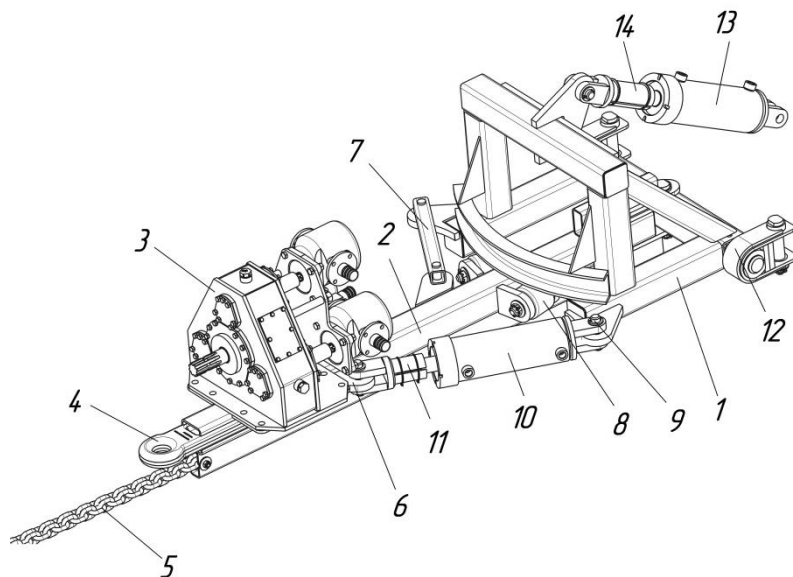

Рисунок 2 – Сница
**3.3 Сница** (рисунок 2) представляет собой сварную конструкцию из стальных труб, швеллера и листового материала различного размера, она обеспечивает связь комбайна с трактором и изменение его положения относительно трактора в горизонтальной и вертикальной плоскости.